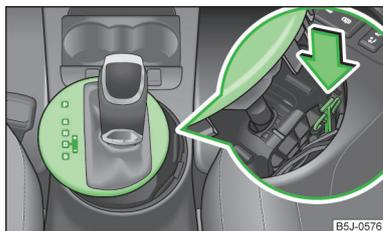

Fig. 94
- Presione con un dedo la pieza de plástico amarilla en la dirección de la flecha » fig. 94.